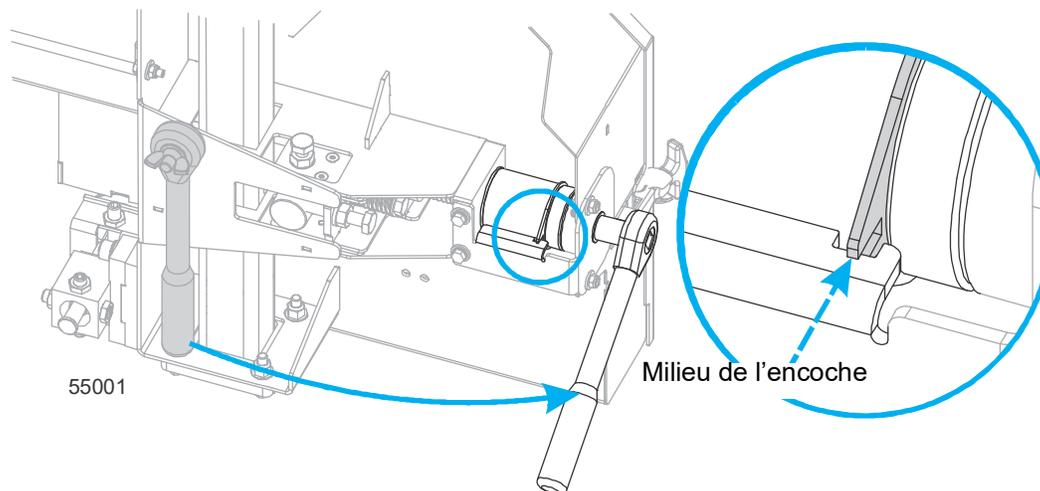

FIG. 4-1
1. Utilisez l'outil de cliquet de tension pour centrer l'indicateur dans l'encoche. Voir encadré de la fig. 4-1.